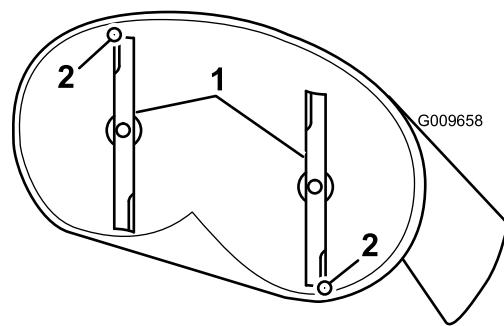
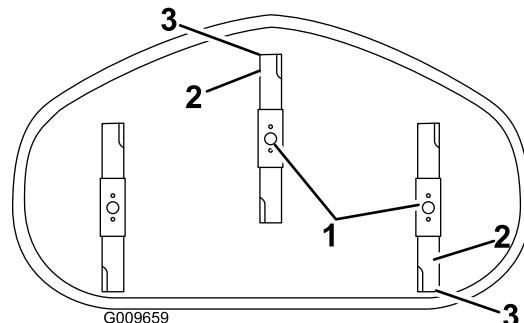

Figura 56
Figura 57
5. Mida entre la punta de la cuchilla delantera y la superficie plana y entre la punta de la cuchilla trasera y la superficie plana (Figura 56 y Figura 57). Si la punta de la cuchilla delantera no está entre 1.6 y 7.9 mm (1/16 y 5/16 pulg.) más baja que la punta de la cuchilla trasera, ajuste la contratuerca delantera.
4. Gire cuidadosamente las cuchillas colocándolas en el sentido de avance de la máquina (Figura 56 y Figura 57).
8. Compruebe la inclinación longitudinal de nuevo después del ajuste. Siga ajustando la tuerca hasta que la punta de la cuchilla más avanzada esté entre 1.6 y 7.9 mm (1/16 y 5/16 pulgada) más baja que la punta de la cuchilla más atrasada (Figura 56 y Figura 57).